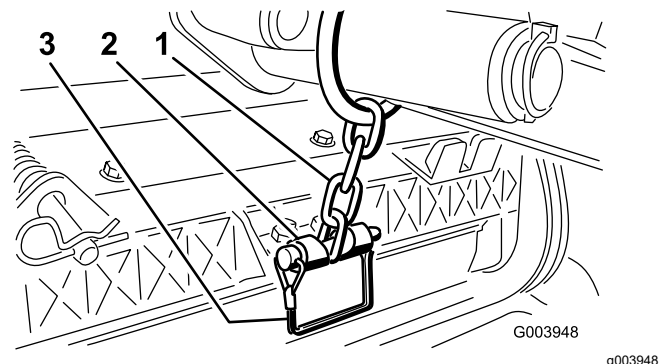

Figura 12
Nota: Per avere un elemento di taglio sterzante usate la fessura, oppure usate il foro se l'elemento di taglio deve essere bloccato (Figura 12).
14. Fissate la catena del braccio di sollevamento alla staffa della catena, usando il perno di ritenuta (Figura 12).